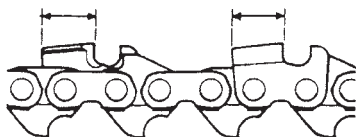

Fig. 43
- 5) Conserver la même longueur à tous les maillons-gouge. (Fig. 43)